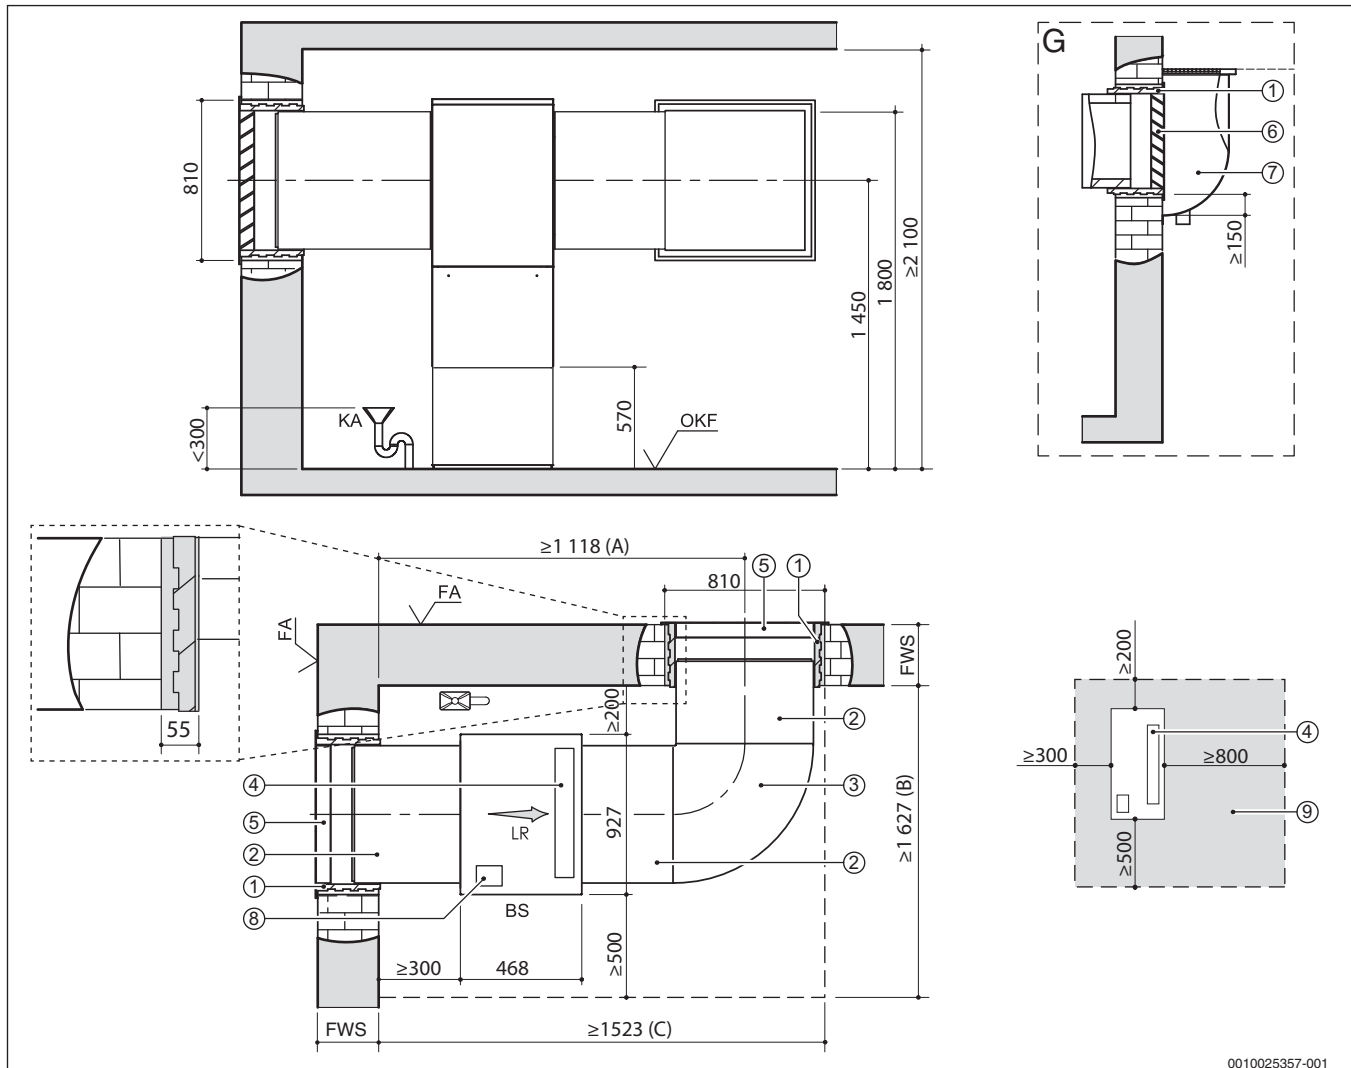
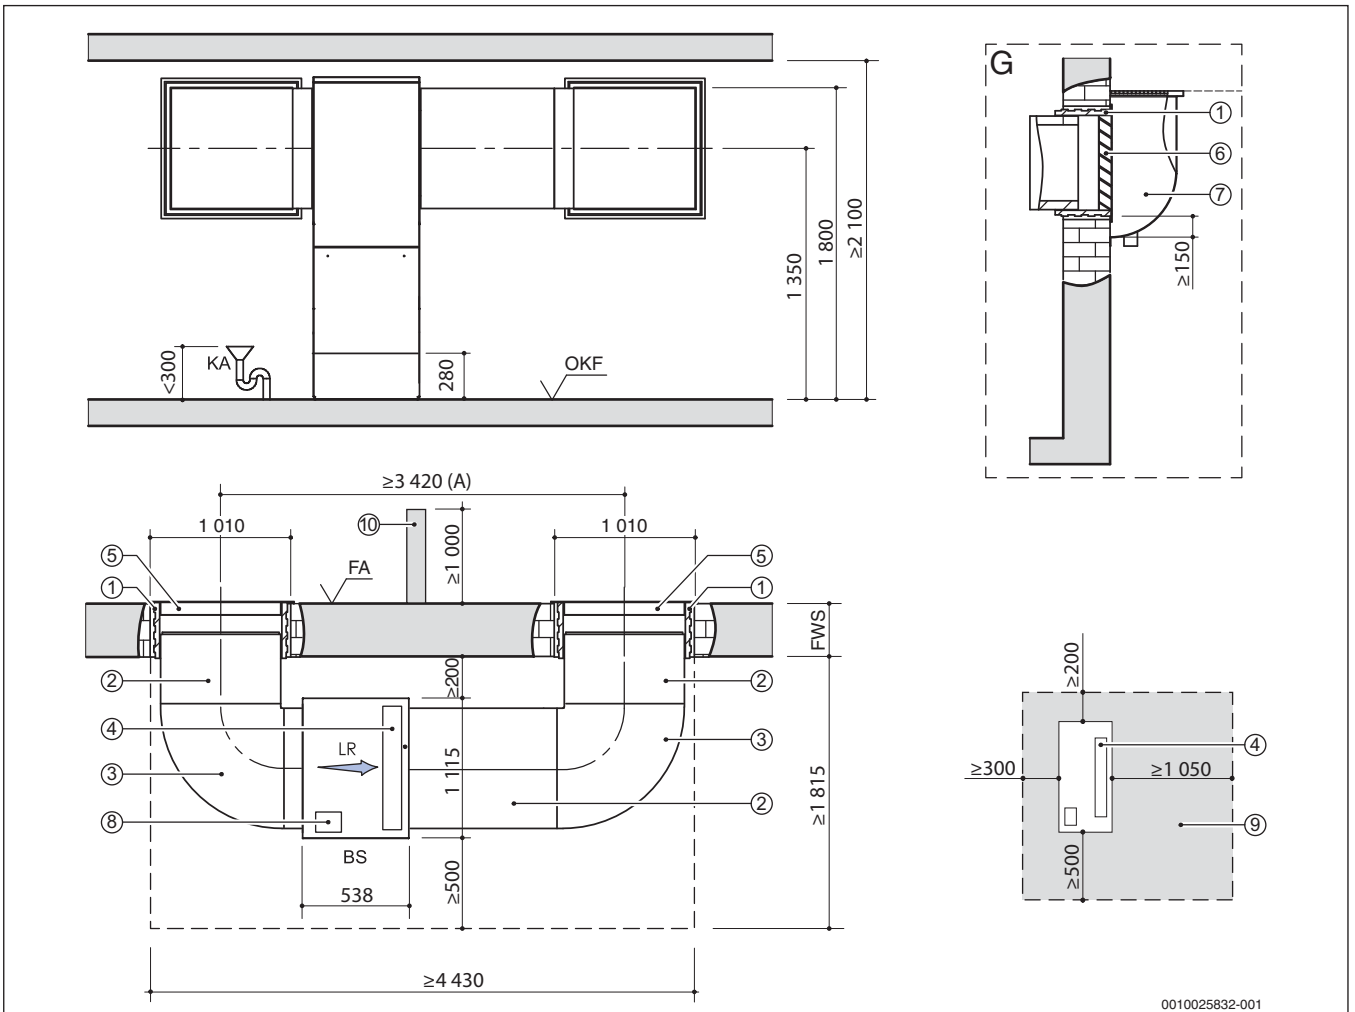

Bild 16 Aufstellplan für WLW196i-6/8 IR mit dem Luftkanalsystem 700 (alle Maße in mm)
Bild 17 Aufstellplan für WLW196i-11/14 IR mit dem Luftkanalsystem 900 (alle Maße in mm)
- Im Aufstellraum muss ein Kondensatablauf vorhanden sein. Die Höhe des Anschlusses ist in den Aufstellplänen eingetragen (\rightarrow Bild 16, Seite 8 und Bild , Seite 9).
- Kann aus baulichen Gründen die Luftführung nur an einer Gebäudeseite erfolgen, muss ein Luftkurzschluss verhindert werden. Dies kann über eine Trennwand (\rightarrow Bild 17 [10], Seite 9) oder durch einen ausreichenden Abstand zwischen den beiden Öffnungen erreicht werden.
- 1450 mm für Wärmepumpen mit 6/8 kW (→ Bild 16, Seite 8)
- 1350 mm für Wärmepumpen mit 11/14 kW (→ Bild 16, Seite 9)
Legende für Bild 16 + Bild 17: